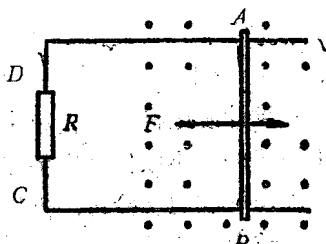

图 9-32
如果有一个长为 l 的导体 AB ，在匀强磁场里以速度 V （平均速度）沿垂直于磁力线的方向运动（图 9-32），它在单位时间内扫过的面积就是 lV 。若磁场的磁感应强度为 B ，那么导体 AB 在单位时间内所切割的磁力线（在数值上即为整个闭合回路内
〔例〕在图9-32中，磁场方向指向读者，磁感应强度为1000高斯，导线长是40厘米，并以5米/秒的速度向右移动，问：(1) A、B两端哪一端的电位高？(2) 感生电动势多大？(3) 如果电阻 $R=0.5$ 欧姆（其余部分电阻不计），求出感生电流的大小，并指出感生电流的方向。(4) 磁场对导线 AB 的作用力多大？方向如何？(5) 机械功率和电功率各是多少？